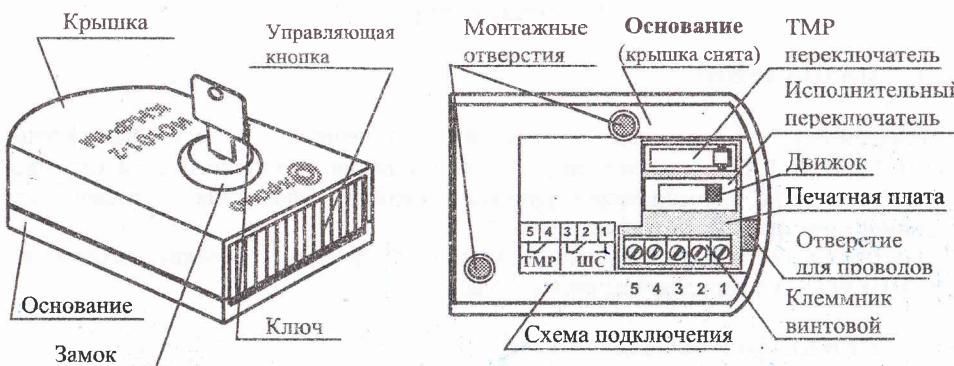
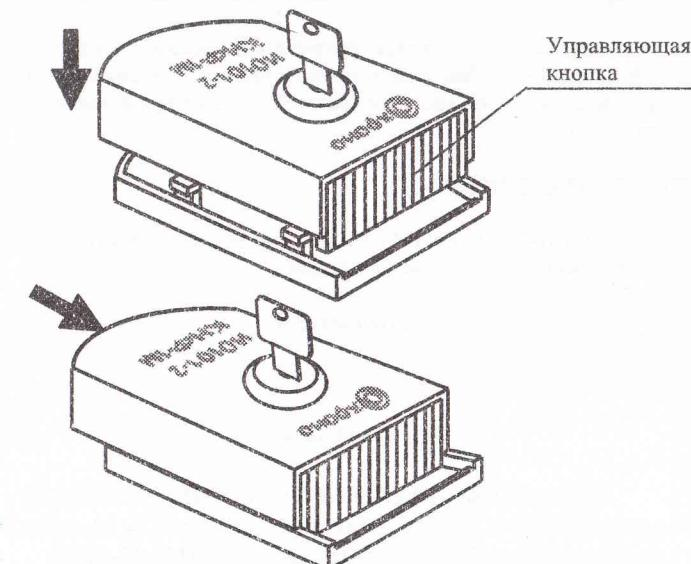

Рисунок 1
Рисунок 3
Далее вставить ключ в замок и повернуть его против часовой стрелки до упора. При этом управляющая кнопка должна установиться в положение, приведенное на Рис.3. Повернуть ключ по часовой стрелке до упора и вынуть его из замка.
6.2.3 Пропустить провода через отверстия в основании извещателя (Рис.1,2) и подключить их к контактам клеммника винтового в соответствии со схемой подключения (Рис.1).
6.2.4 Закрепить основание на выбранном месте с помощью 2-х винтов (саморезов) из комплекта поставки через монтажные отверстия (Рис.1).
6.2.5 Установить крышку с управляющей кнопкой на основание в соответствии с Рис.3. При этом управляющая кнопка и ключ в замке должны находиться в положении, показанном на Рис.3, а движок исполнительного переключателя – в положении, показанном на Рис.1. Далее нажать на крышку до щелчка в направлении, показанном стрелкой. Повернуть ключ по часовой стрелке до упора и вынуть его из замка.